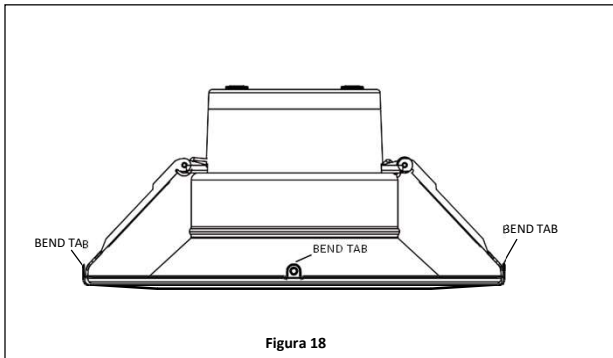

Figura 18
4. Una vez juntos, ubique las 4 pestañas de curvatura alrededor del recorte. Doble todos hacia adentro, a mano, hasta que el borde esté apretado al accesorio. **Ver Figura 18.**